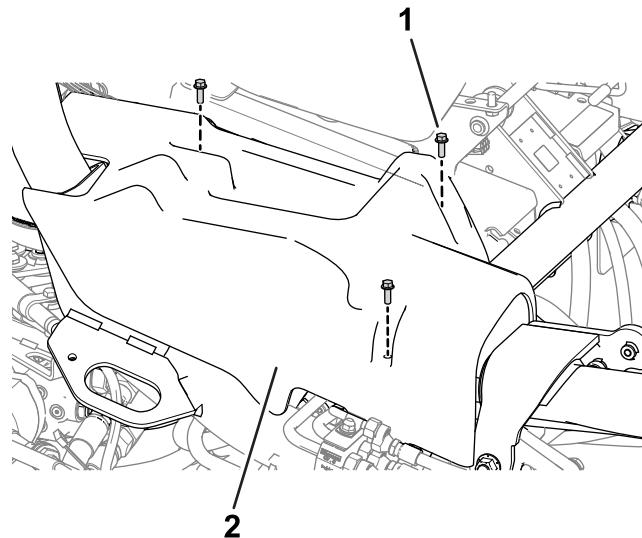

**Figure 8**
3. Branchez le connecteur étiqueté P02 du faisceau de câblage du dispositif télématique sur le dispositif télématique (Figure 8).